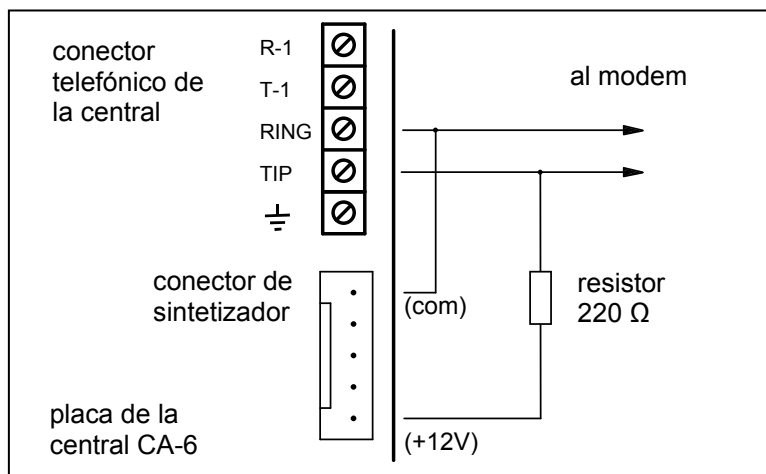

Fig. 14. Conexión de la centralita al módem en la programación local.
- conexión del módem del ordenador a la conexión telefónica de la centralita a los bornes “TIP” y “RING” (¡la **línea telefónica debe estar desconectada!** Conexión a los bornes “T-1” y “R-1” no importan) polarización del sistema de entradas de la señal telefónica en la centralita conforme con la figura (ver: Fig.14),